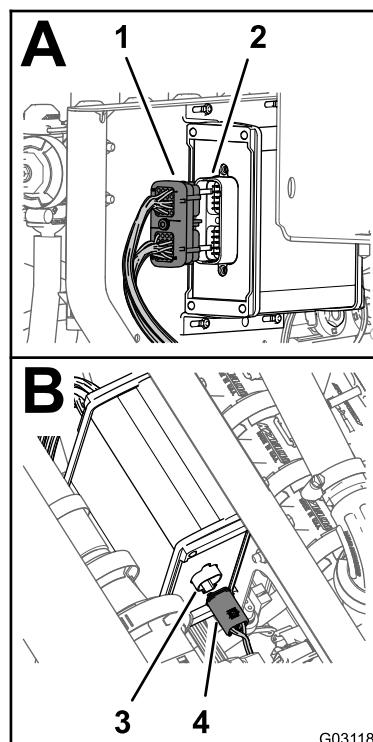

図 161
1. ワイヤハーネスの 203cm の枝線についている **ASC 10** というラベルの付いた40ソケットコネクタを、散布コントローラの40ピンコネクタに合わせる 図 161。
3. ワイヤハーネスの 203cm の枝線についている **To ASC 10** というラベルの付いた4ソケットコネクタを、散布コントローラの4ピンコネクタに合わせる 図 161。